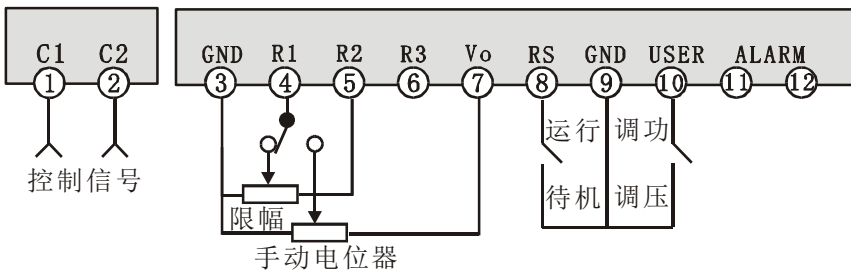

图 4: 手动与带限幅功能的自动控制组合接线图
- 启动/停止开关：              外接开关, 参考图 4；端子 8、9 短路：缓关断, 开路：缓启动
- 调功/调压切换(选件)：      外接开关, 参考图 4；端子 9、10 短路：缓关断, 开路：缓启动